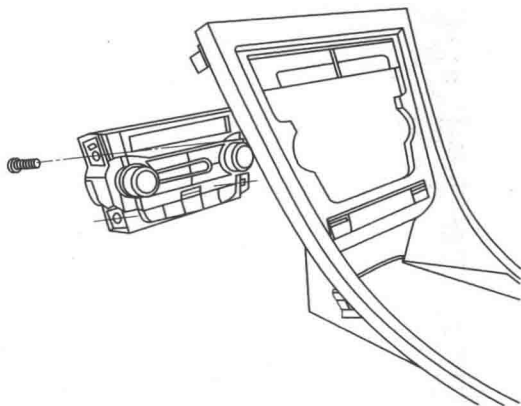

图 2-14 拆下空调控制器总成
5) 拆下4个将空调控制器总成固定到中控台面板饰条的螺钉, 拆下空调控制器总成, 如图 2-14 所示。